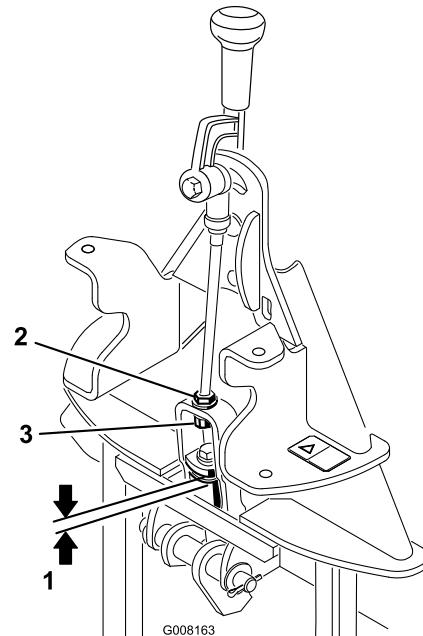

Figura 12
2. Meça a falha entre a anilha superior e a cunha do conjunto articulado no adaptador de acessórios, conforme se indica em Figura 12.